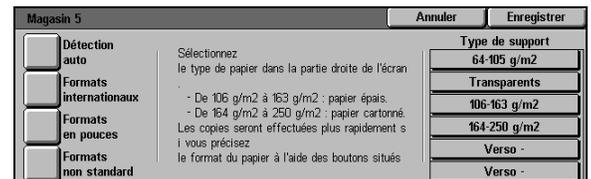

Figure 24 : Écran Magasin 5
- 2 Sélectionnez le magasin 5 afin d'afficher l'écran de paramétrage correspondant (voir la figure 24).